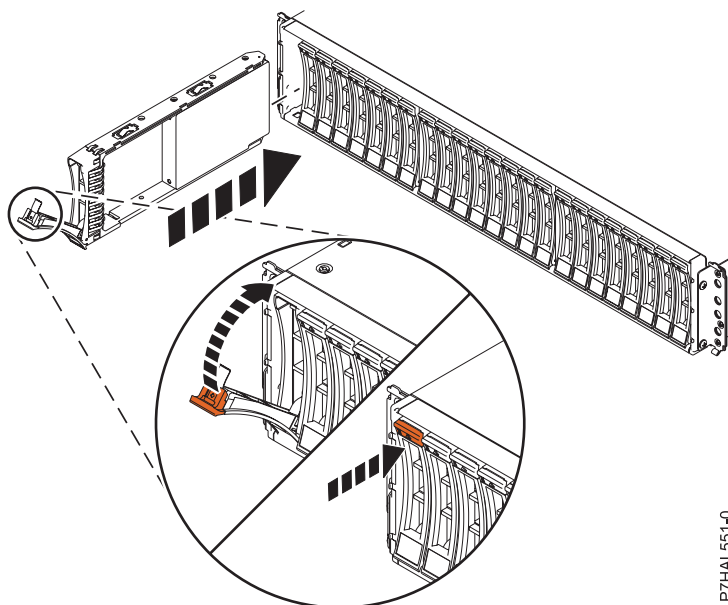

Figure 10. Installation de l'unité de disque dans le boîtier d'unité de disque 58/87
1. Avec la poignée en position déverrouillée, comme illustré à la figure 10, maintenez l'unité par le dessous pour l'aligner avec les rails de guidage dans l'unité d'extension.